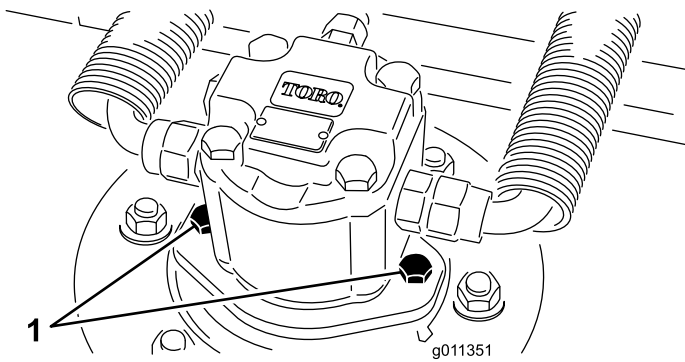

Figura 93
2. Desconecte y retire el motor hidráulico de la unidad de corte (Figura 93). Tape la parte superior del eje para evitar la contaminación.
3. Instale el motor hidráulico en la unidad de corte (Figura 93). Asegúrese de que la junta tórica está correctamente colocada y que no está dañada.